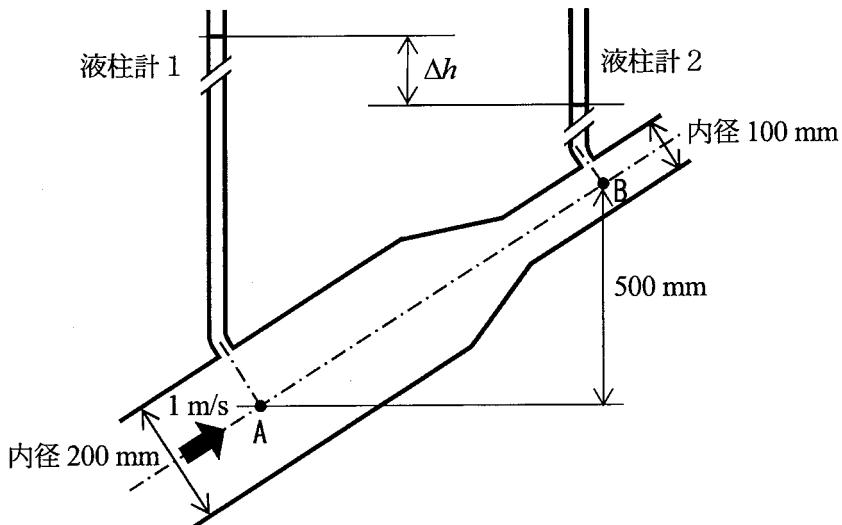

図 1
(1) 図 1 に示すような傾斜した円管内を水が流れしており、A 点（管の内径 200 mm）での断面平均流速が 1 m/s である。A 点での静圧を測る液柱計 1 の液柱と、A 点から 500 mm の高さにある B 点（管の内径 100 mm）での静圧を測る液柱計 2 の液柱の高さの差 Δh を求めたい。この場合、粘性の影響を無視できるとすると、ベルヌーイの式を用いることができる。